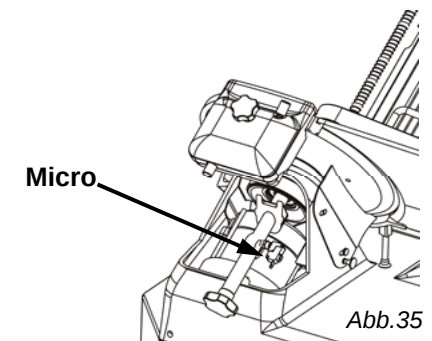

Abb.35
- Mikroschalter auf der Schneideblattabdeckung, der ein Anhalten der Maschine verursacht, wenn der Zugstab der Abdeckung entfernt wird und ein wiederholtes Einschalten nur dann erlaubt, wenn der Zugstab wieder angebracht wird (Abb.35).